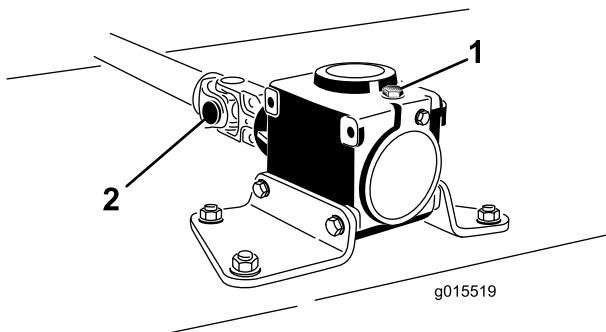

Figura 3
- Quite el pasador cilíndrico de la horquilla y del eje de la caja de engranajes (Figura 3). Guarde el pasador cilíndrico para su uso posterior.
- Afloje los 2 tornillos de caperuza y las contratuerzas (Figura 3).